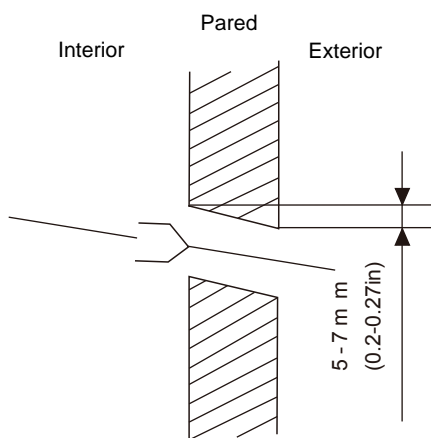

Fig. 4.3
2. Usando una broca de 65mm (2,5 pulgadas) o 90mm (3,54 pulgadas) (dependiendo de los modelos), perfora un agujero en la pared. Asegúrese de que el agujero se perfora en un ligero ángulo hacia abajo, de modo que el extremo exterior del agujero sea más bajo que el interior en unos 5mm a 7mm (0,2-0,27pulgadas). Esto asegurará un drenaje de agua adecuado. (Véase Fig. 4.3)